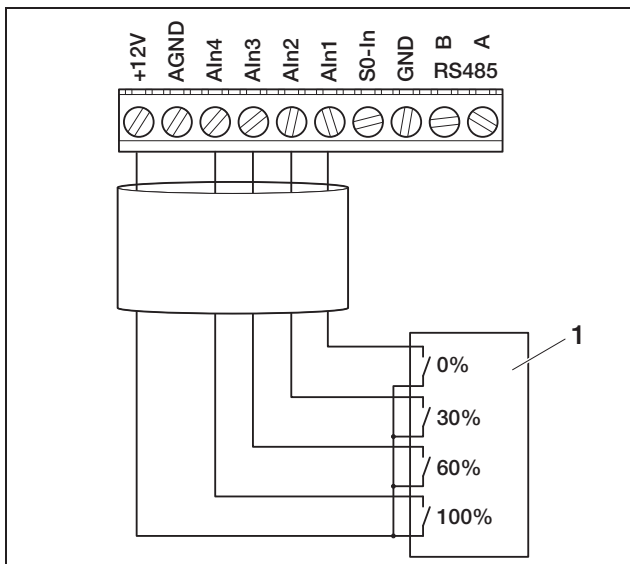

Abbildung 63: Anschluss des Rundsteuerempfängers an den Wechselrichter
- Schließen Sie die Leitungen vom Rundsteuerempfänger entsprechend der Anschlussbelegung (Abbildung 63 und Tabelle 11) an.